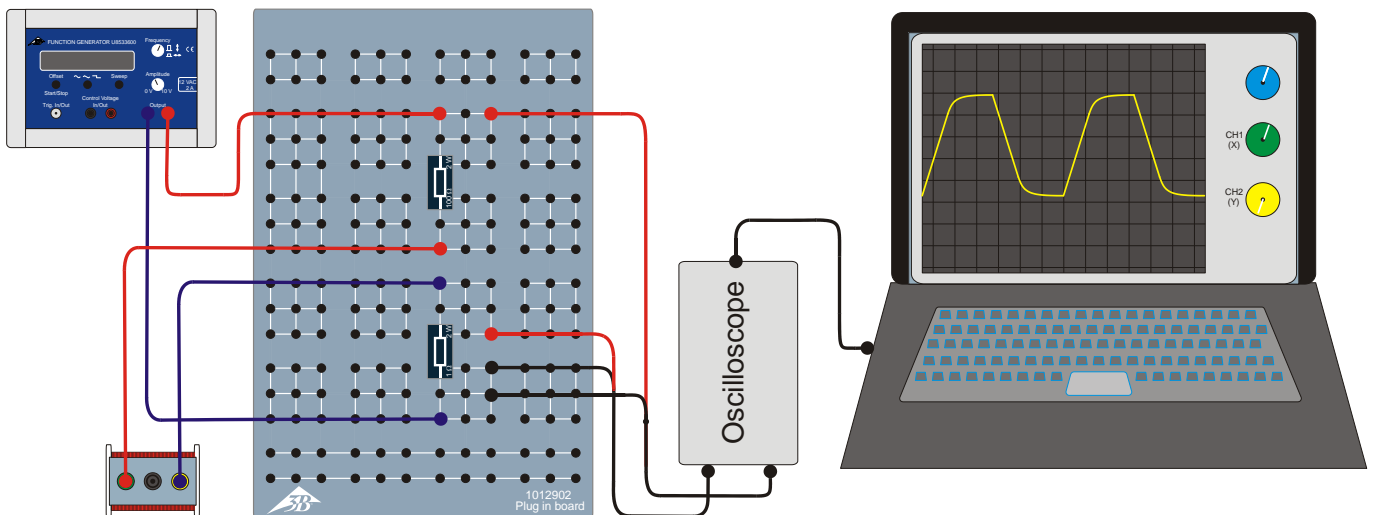

Fig. 2: Diagrama da disposição de medição
- Montar a disposição de medição conforme Fig. 2.
- Encaixar uma das bobinas com 1200 espiras / 23 mH e a resistência de medição $R_m = 1 \Omega$ como mostrado nas Fig. 2 e 3 na placa de encaixe. No lugar da resistência de teste R_R , encaixar primeiro um jumper.